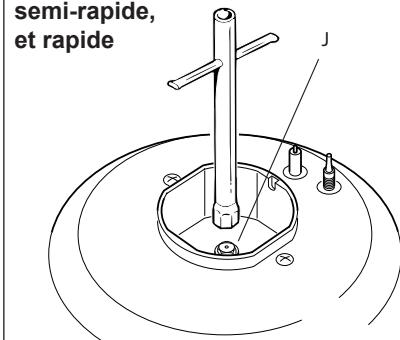

Fig. 2.4a
- A l'aide d'une clé plate, remplacer les injecteurs "J" (figs. 2.4a, 2.4b, 2.4c, 2.4d) par ceux qui conviennent au gaz que l'on va utiliser.